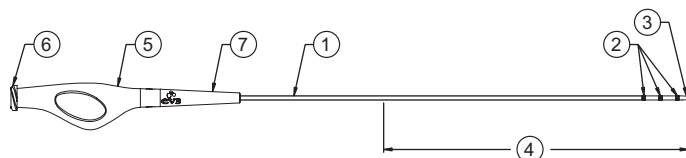

Figura 1. Catetere di supporto TrailBlazer
Come mostrato nella figura 1, il corpo del catetere presenta nella parte distale 3 marker radiopachi (2) per facilitare il posizionamento del catetere. La parte distale da 40 cm del catetere (4) presenta un rivestimento idrofilo. Il lume prossimale (6) inizia dal collettore (5), percorre il corpo del catetere e termina in corrispondenza della punta distale. Questo lume consente di far passare il catetere sopra un filo guida. I diametri massimi dei fili guida compatibili sono elencati nelle specifiche della tabella 1. Le dimensioni e la lunghezza dei fili guida dei cateteri sono riportate sul dispositivo antitensione (7).